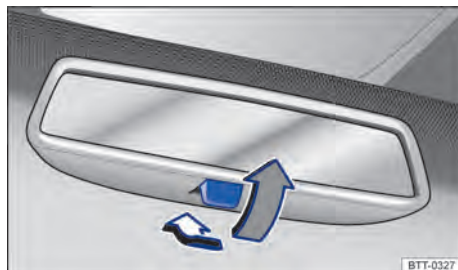

Fig. 79 No para-brisa: espelho retrovisor interno com antiofuscante manual.
- Posição noite: puxar a alavanca → Fig. 79 (seta cinza), para evitar o ofuscamento pelos faróis dos veículos que trafegam atrás.